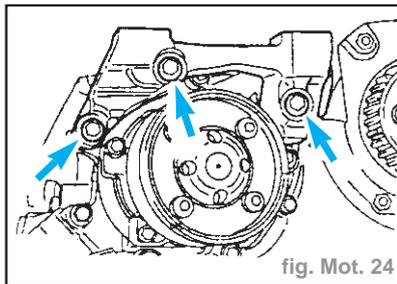

fig. Mot. 24
- Déposer la patte de support moteur avant. (fig. Mot. 24).